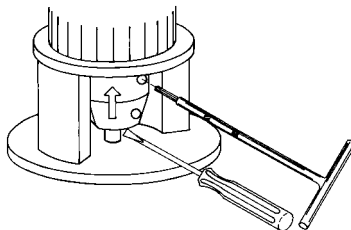

Fig. 17 Apretar los tornillos
6. Apriete los tornillos de dos en dos (un lado cada vez), aplicando el par de apriete indicado a continuación. Consulte la fig. 17.